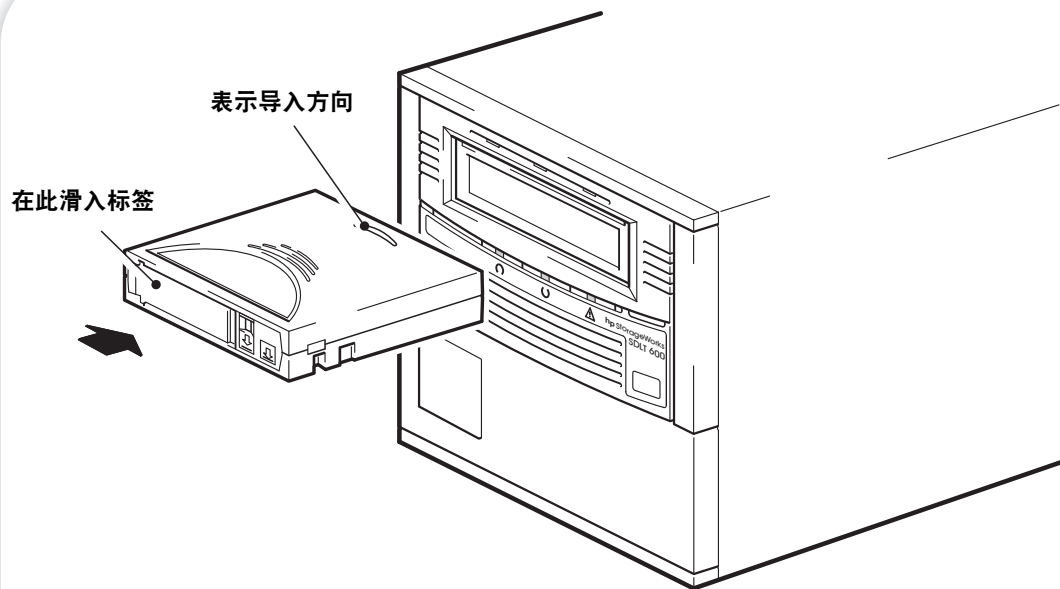

图 7a: 安装盒式磁带
- 1 将盒式磁带插入驱动器前端的插槽中，使标记在最上面且朝向驱动器挡门。轻轻推压，直到磁带机接收磁带并将其装入。（见图 7a。）